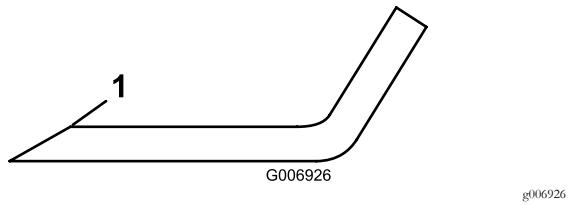

Figura 76
- 4. Controllate i taglienti di tutte le lame. Se sono smussati o scheggiati, affilate la parte superiore del tagliente e mantenete l'angolo di taglio originale per garantire l'affilatezza (Figura 76).